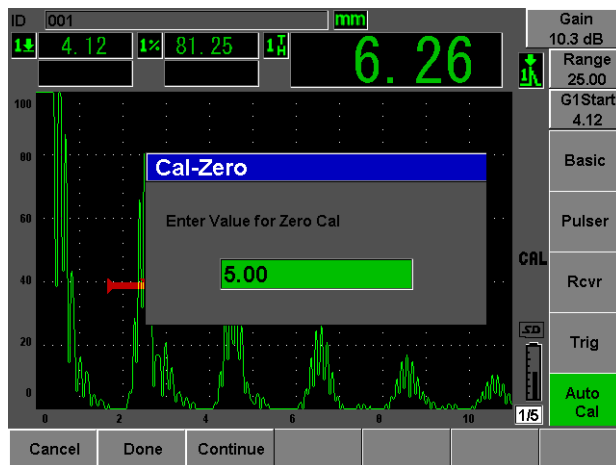

図 2-15 校正ゼロの値
6. “校正ゼロ：Cal-Zero”を押します（47 ページ図 2-15 参照）。